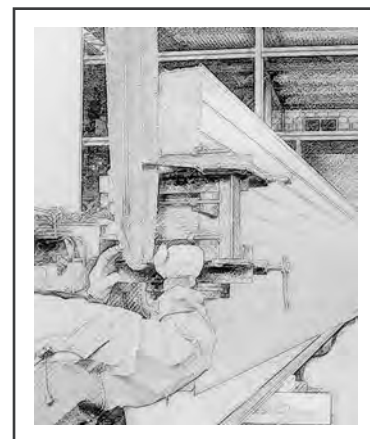

Рис. 3
1.5. Специальные зажимы для переноса к месту монтажа отдельной панели - 2 шт. (рис. 3).